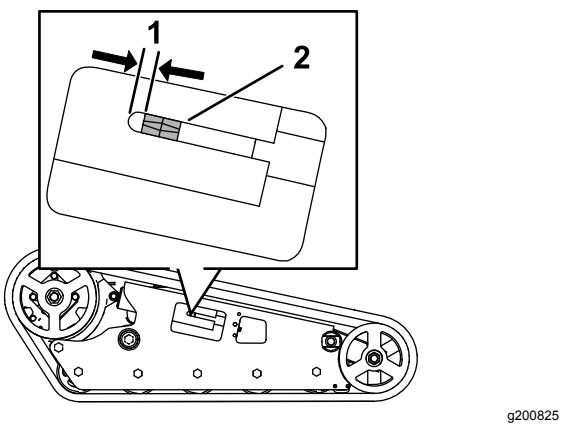

Figura 57
5. Utilizzando un cricchetto di trasmissione da $\frac{1}{2}$ " ruotate la vite di tensione in senso antiorario, fino a quando il dado di tensione non si trova a una distanza di 1,3 cm dalla parte posteriore della scanalatura del tubo di tensione, come illustrato nella Figura 57.
Il dado di tensione deve trovarsi a una distanza di 1,3 cm dalla parte posteriore della scanalatura del tubo di tensione (Figura 57). In caso contrario, regolate la tensione dei cingoli eseguendo la procedura di seguito riportata: